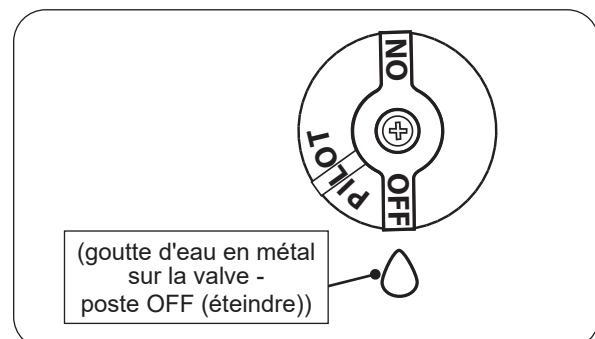

Fig. 47-2 Arrêt du pilote
2. Localisez la vanne sur le côté de l'unité. Pousser le gaz bouton de commande légèrement et tourner dans le sens des aiguilles d'une montre sur **OFF** (éteindre) (voir Fig. 47-2).
Appuyez légèrement sur le bouton de contrôle et tournez-le dans le sens des aiguilles d'une montre pour **OFF** (éteindre). Ne force pas. Voir Fig. 47-2.